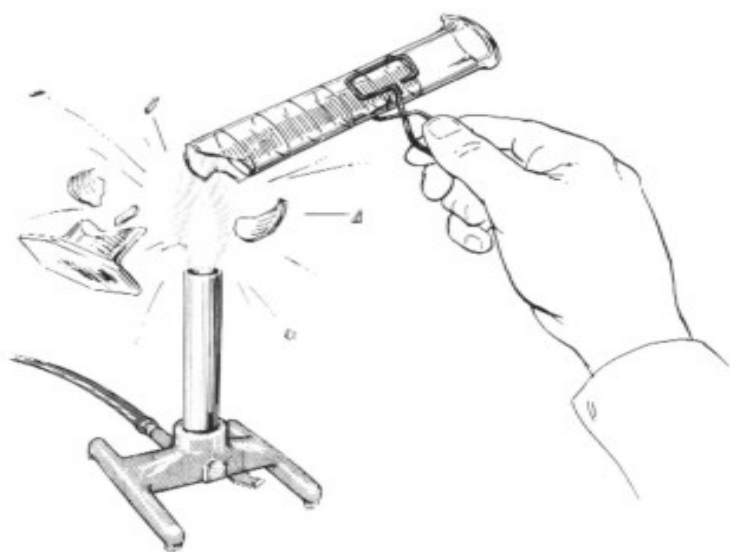

FIGURA 1-4.-
9. **No calientes objetos de vidrio grueso**, como los frascos volumétricos, cilindros graduados o botellas; se rompen fácilmente y el calentamiento distorsiona el vidrio, de modo que las calibraciones ya no son válidas (vea la **Figura 1-4**). Los tubos de ensayo se pueden romper si se calientan por encima del nivel del líquido y el líquido se salpica sobre el vidrio caliente. Los platos de evaporación y los crisoles pueden calentarse al rojo vivo. Evita calentar cualquier aparato demasiado rápido: al principio del proceso de calentamiento, aplica la llama de forma intermitente.-